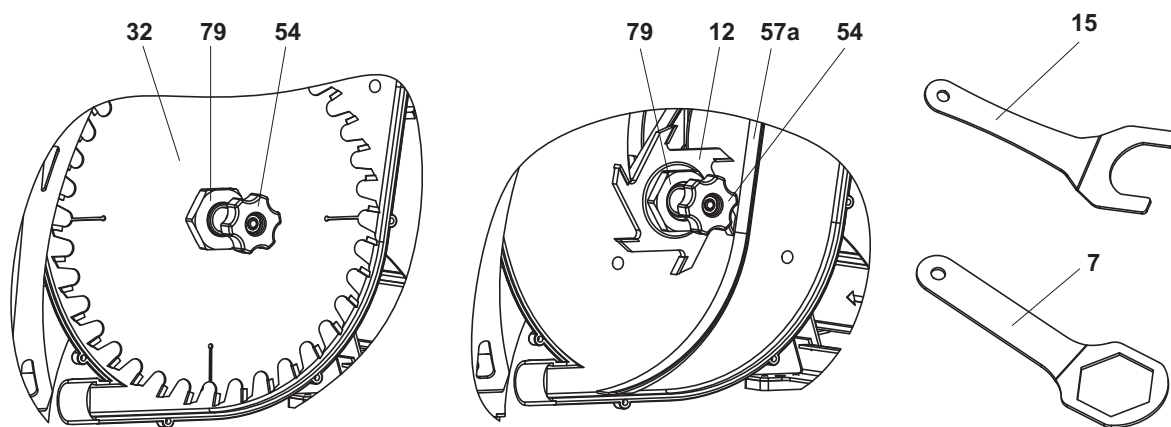

Рис. 22
- Опустить с помощью ручки регулирования глубины пропила 22 (рис. 1) пильный диск 32/ фрезу 12 в нижнее положение (транспортное), рис. 22.